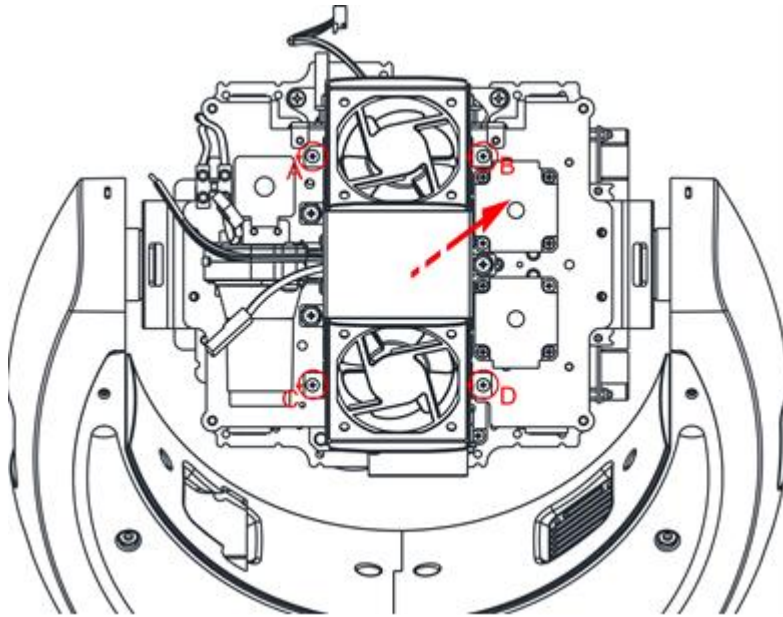

Abb. 5
4. Lösen Sie die Schrauben A, B, C und D und entfernen Sie die Lüfterbaugruppe (Abb. 5).